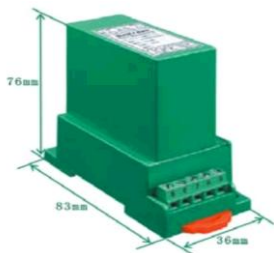
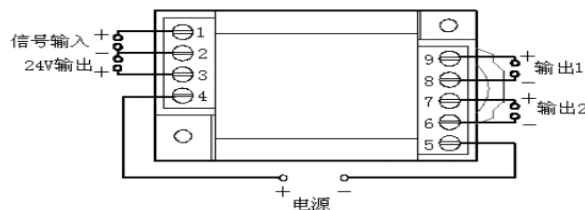

图 1 MS3 型
图 4 IZ28/VZ28 产品接线图
- ① 把变送器固定卡槽一侧勾在安装导轨上;
- ② 向下牵动弹簧销 (如图 1 底端的红色弹簧销);;
- ③ 使变送器卡口套在安装导轨上;
- ④ 松开弹簧销, 变送器卡在安装导轨上。
- ① 按图 4 所示的螺孔位置在固定板上攻丝 M3 螺钉孔;
- ② 使用 M3 的螺钉拧入螺钉孔中固定。